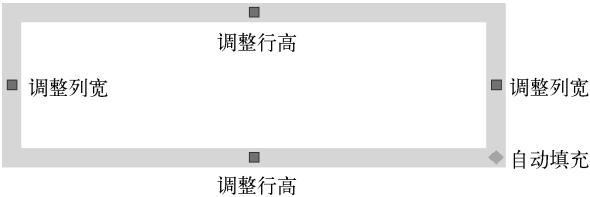

图 5-28 单元格夹点功能
5) 单击表格单元，该单元格的边框将会显示夹点。拖动表格单元上的夹点可以对单元格的列宽或行高进行调整，如图 5-28 所示。